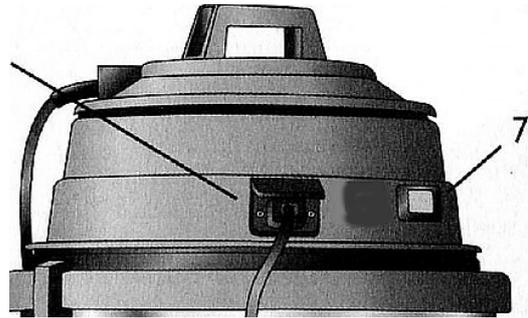

Abb. 6: Ein / Aus-Schalter
Schritt 5: Stecken Sie den Stecker in die Steckdose und schalten Sie das Gerät am EIN/AUS Schalter (Pos. 7, Abb. 6) ein.